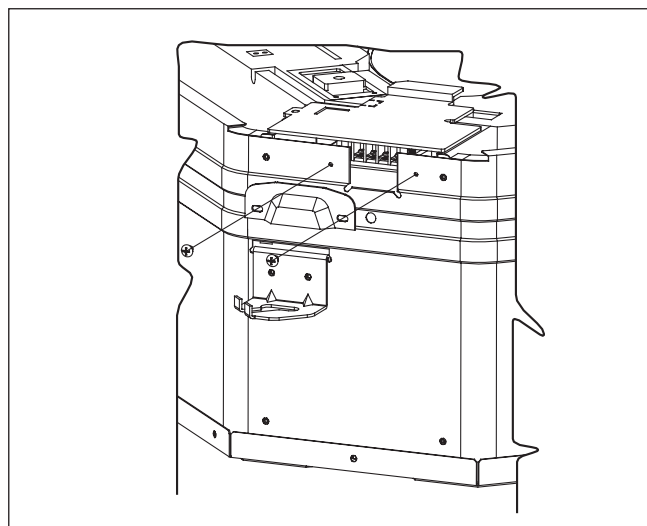

Figura 3
1. Extraiga la tapa de cables quitando los 2 tornillos como se muestra en el Figura 3.